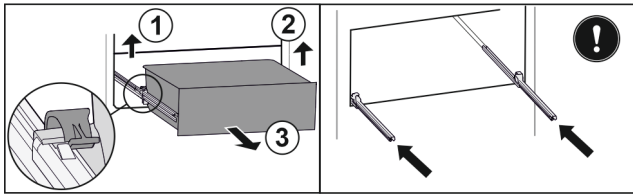

Fig. 147
- ▶ Emelje fel a bal oldali kapcsot, és ezzel egyszerre húzza előrefelé a fiók bal oldalát. Fig. 147 (1)
- ▶ Emelj fel a jobb oldali kapcsot, és ezzel egyszerre húzza előrefelé a fiók jobb oldalát. Fig. 147 (2)
- ▶ Vegye ki a fiókot előrefelé. Fig. 147 (3)